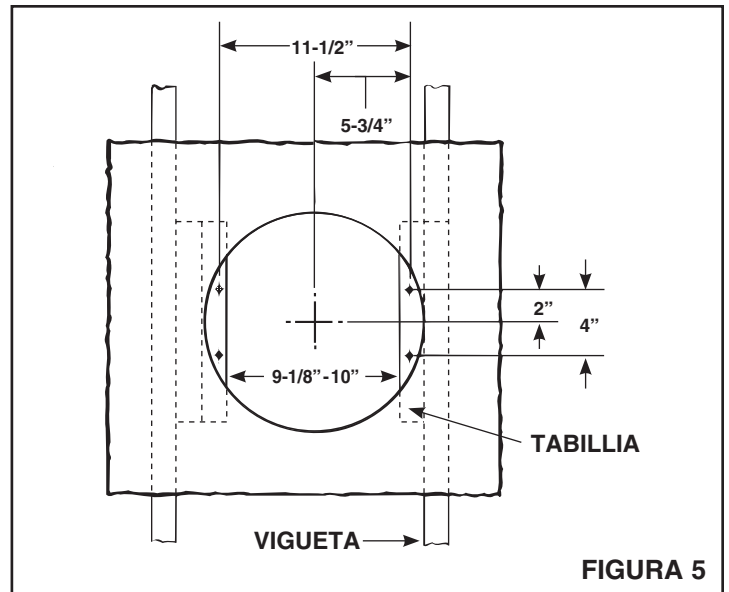

FIGURA 5
7. Refiérase a la Figura 5. Instale tabillitas de 2 x 4 a ambas viguetas del techo. En algunos casos puede ser necesario utilizar más de una sola tabilla en un lado. La distancia entre las tabillitas debe ser al menos de 9/8" pero no más de 10".